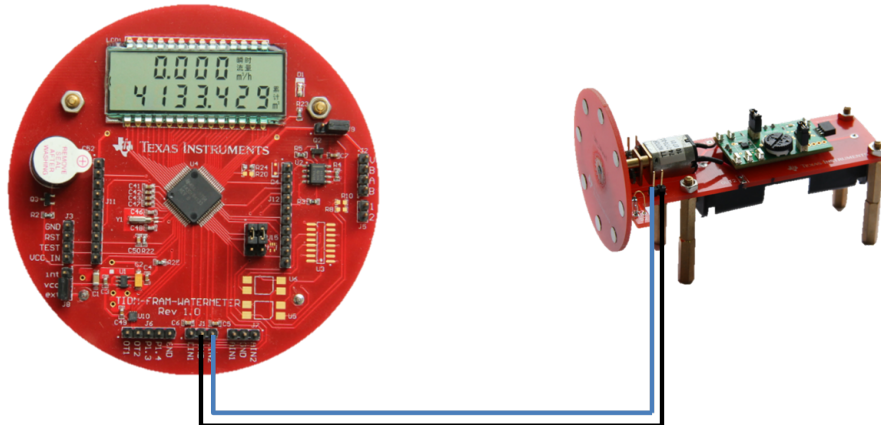

图 15. 基本演示设置
2. 将脉冲信号连接到 J1 IN2 通道连接器。（当前固件中未启用通道 IN1。）在此演示中，电机板驱动搭载 8 块磁铁的转盘来模拟水表转动。电机板两侧各有一个干簧管传感器。转盘转动时，干簧管传感器会产生脉冲信号。图 15 显示了演示设置。